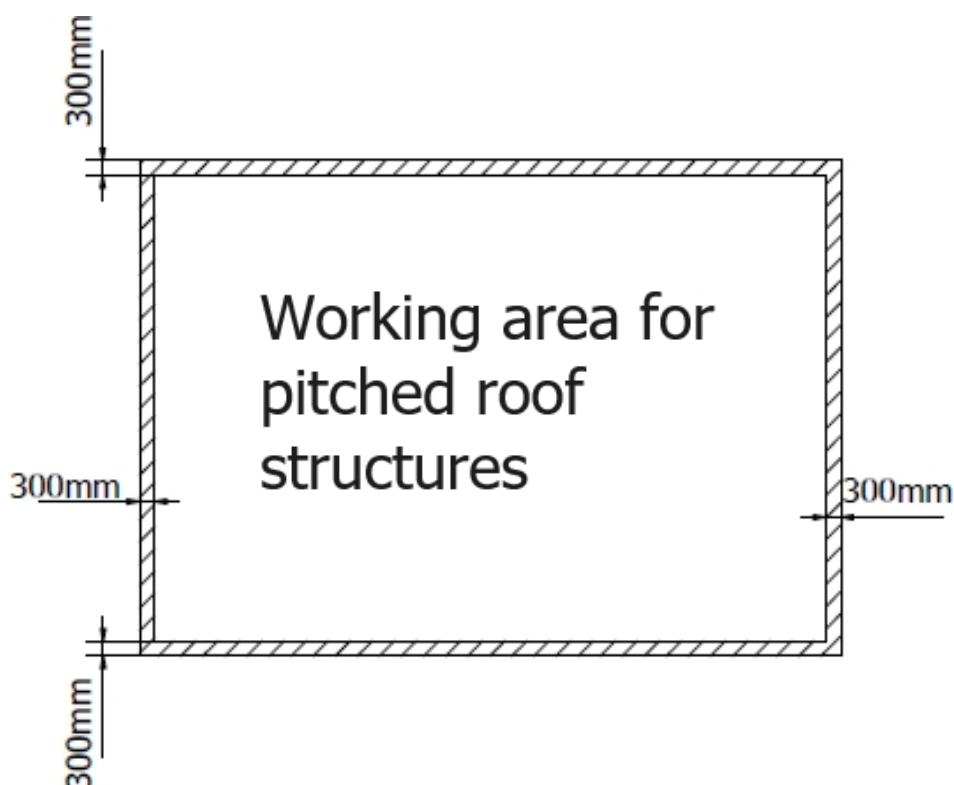

FIGURA. 1 Zona de lucru pentru structuri de acoperișuri înclinate
1. Dispunerea modulelor trebuie aranjată astfel încât să minimizeze sau să împiedice apariția umbrei pe module. Rețineți că până și umbra proiectată de copaci sau clădiri poate limita randamentele generate de module. Atunci când montați sistemul în timpul verii, fiți conștienți de faptul că umbra proiectată de copaci și de clădirile învecinate va ajunge mult mai departe în timpul iernii. De asemenea, nu uitați să păstrați zona de siguranță pe învelitoarea acoperișului - figura 1